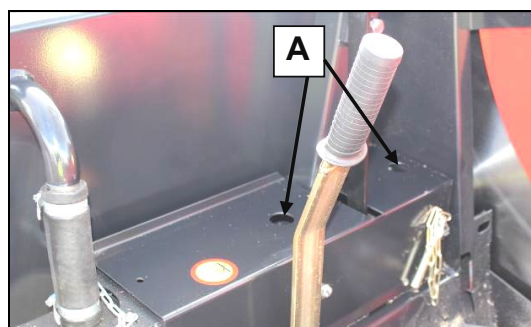

Bild 32. Smörjning av maskinen
- Smörj axelns lager A, bild 32, med kullagervaselin i enlighet med anvisningstabellen och alltid då maskinen ska vara ur bruk under en längre tid.